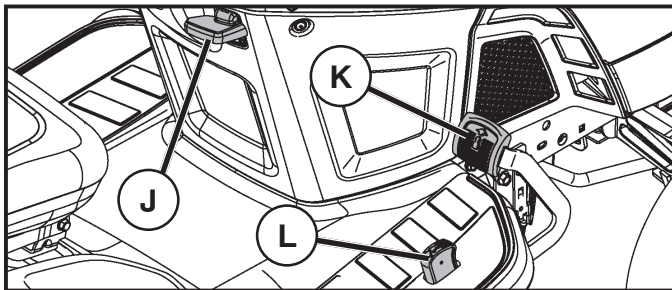

Fig. 8
POUR AVANCER ET POUR RECULER (Voir la Fig. 8)
COMMENT UTILISER LE RÉGULATEUR DE VITESSE (J) (Voir la Fig. 8)